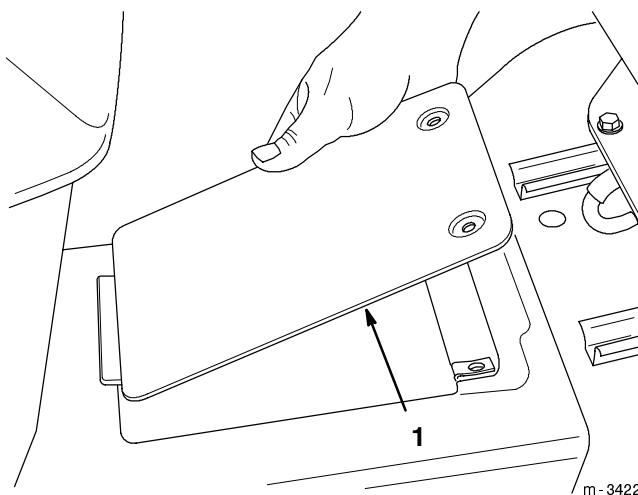

Figure 34
3. Dévisser les deux vis et soulever la trappe d'accès à l'arbre de transmission, sur le tunnel du tracteur, près du siège (Fig. 34).